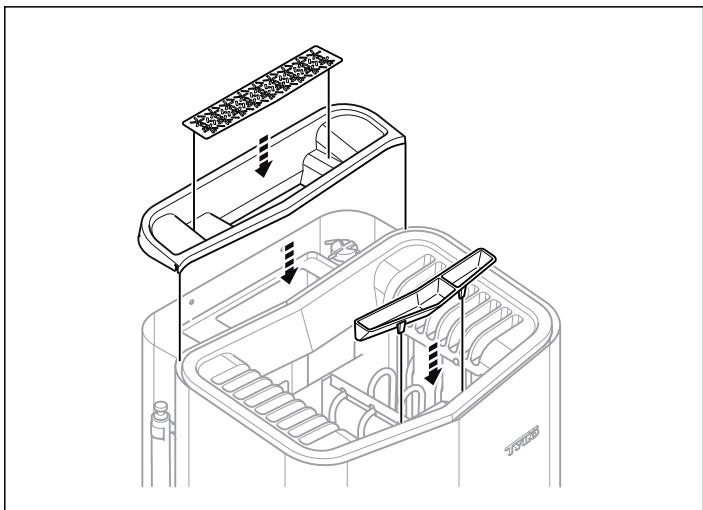

Figure 13 : Montage du couvercle du réservoir d'eau, de la grille à herbes aromatiques et du récipient à parfum/de l'humidificateur
- 11.** Montez le couvercle du réservoir d'eau, la grille à herbes aromatiques et le récipient à parfum/l'humidificateur (voir figure 13).